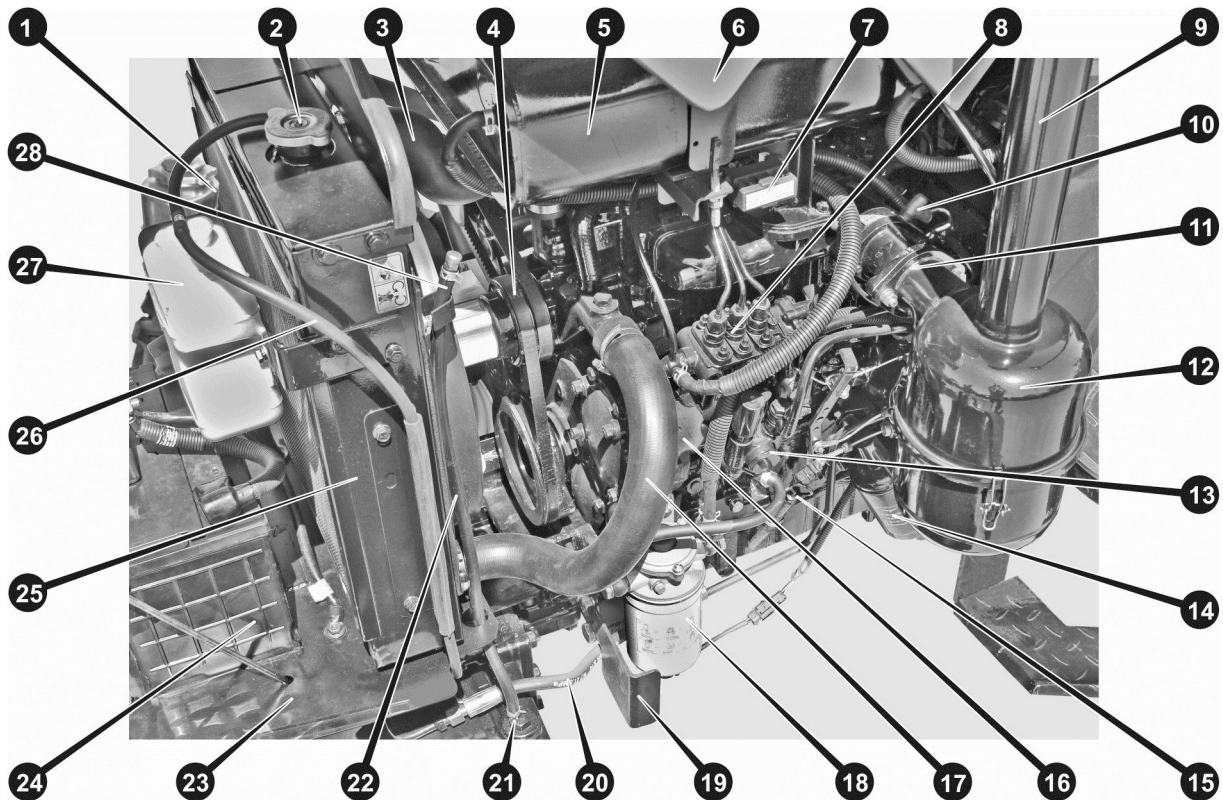

Рисунок 3.3. Двигун CF3B35T, вид зліва
Трактори ДТЗ обладнані системою очищення повітря з масляним інерційно-контактним повітряним фільтром. Очисник повітря встановлений з лівого по ходу руху трактора боку двигуна. З метою захисту фільтрувальних елементів фільтра повітря від попадання великої кількості пилу і бруду з-під коліс трактора, а також для уникнення попадання води при подоланні водних перешкод, повітрязабірник винесено на трубі на висоту більше 1,6 метра. Для полегшення пуску двигуна в холодну пору року на патрубок повітряного колектора двигуна встановлена спіраль розжарювання (10) (див. рис. 3.3), керована з центрального перемикача («замка запалювання»).